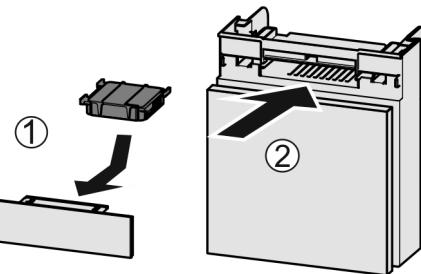

Fig. 103
- ▶ Поставете Fig. 103 (1) филтъра с активен въглен, както е показано на фигурата.
- ▶ Вкарайте Fig. 103 (2) отделението.